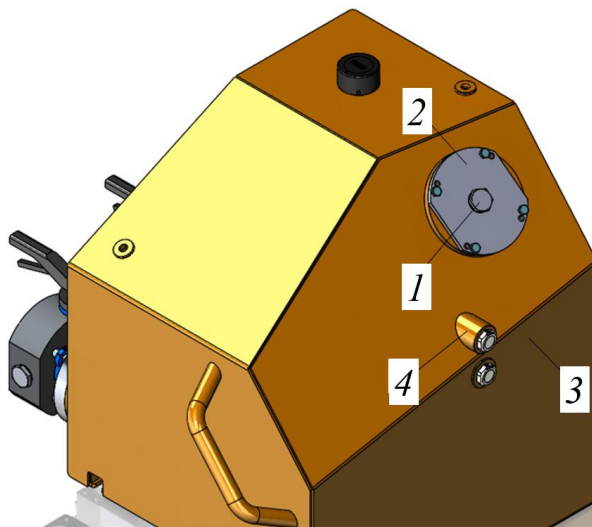

Рисунок 5.48. Гидравлический бак
- ▶ Ключом  на 41 Отвернуть пробку 1 на крышке фильтра сливной линии 2, предварительно очистив рабочую зону и область рядом с крышкой от загрязнений, рис. 5.48.
- Навернуть пробку 1 на крышке фильтра 2 и затянуть ее моментом 310-345 Н*м, рис. 5.48.